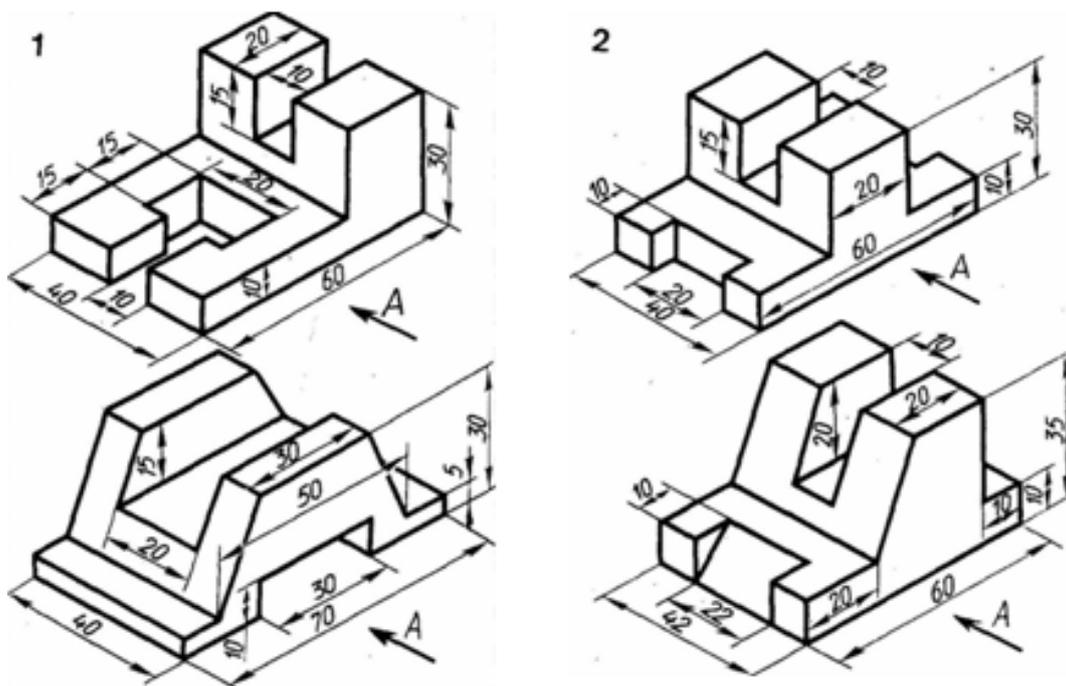

Рисунок 5 – Исходные данные для варианта 1, 2
1. Выбрать свой вариант задания - рис. 5;